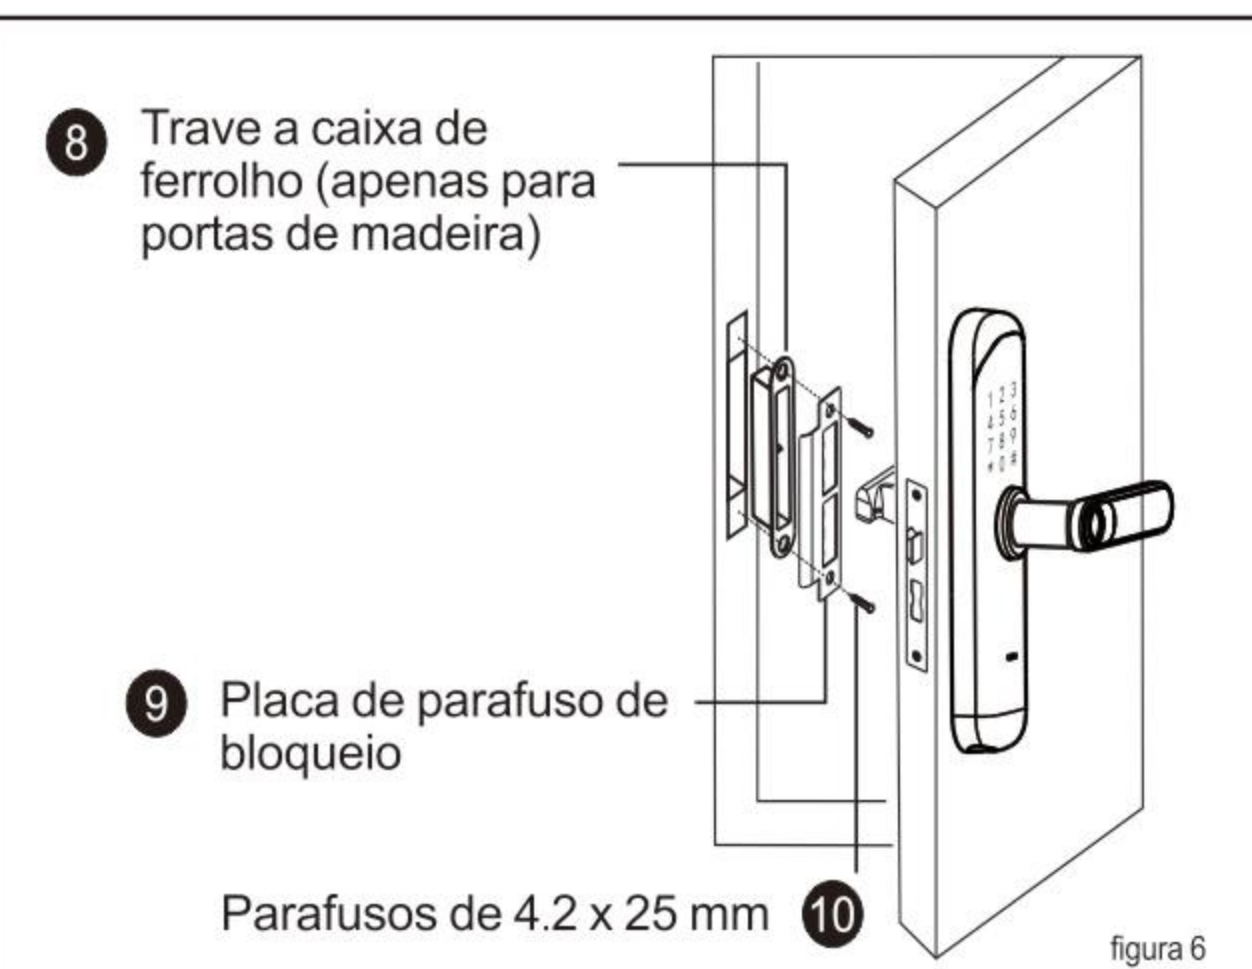

figura 6
(6) Conforme mostrado na Figura 6
- ① Instale a caixa de bloqueio e a placa de bloqueio na moldura da porta e fixe-os com 2 parafusos (a porta de ferro não tem caixa de bloqueio)
- ② Verifique se o movimento do parafuso é suave, verifique se todas as funções estão normais
- ① O painel do ferrolho e a borda da porta devem estar nivelados
- ② Todas as peças do corpo da fechadura funcionam normalmente e sem problemas
- ③ Os painéis frontal e traseiro devem ser verticais e não frouxos